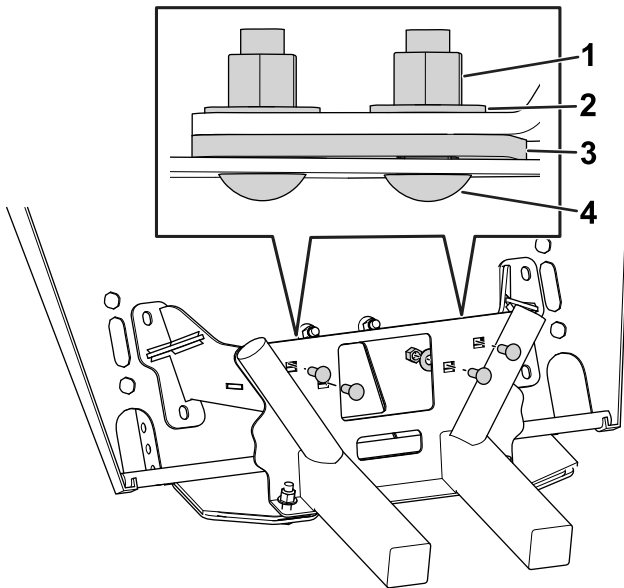

Figura 2
6. Utilice 4 pernos de cuello cuadrado ($\frac{3}{8}$ "), 4 arandelas, 4 tuercas ($\frac{3}{8}$ ") y 2 espaciadores para sujetar provisionalmente los soportes al bastidor del vehículo (Figura 2).
Nota: La Figura 2 ilustra el espaciador completo incluido en este kit. Utilice el juego apropiado de espaciadores para su vehículo.